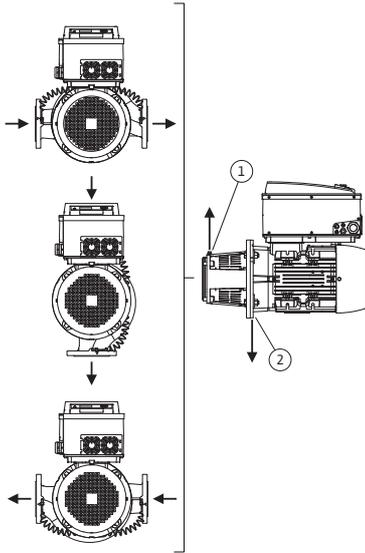
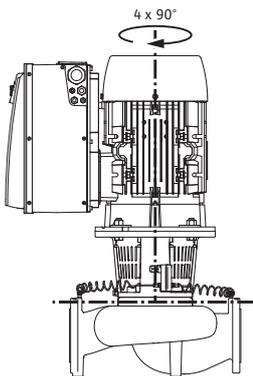

Fig. 18: Sallitut asennusasennot,
Fig. 19: Sallitut asennusasennot,
Sallitut asennusasennot, kun moottoriakseli on vaakatasossa ja elektroniikkamoduuli ylöspäin ( $0^\circ$ ), on esitetty Fig. 18. Esitettyinä ei ole sallittuja asennusasentoja sivuttain asennetulla elektroniikkamoduulilla ( $\pm 90^\circ$ ). Kaikki muut asennusasennot paitsi "elektroniikkamoduuli alaspäin" ( $-180^\circ$ ) ovat sallittuja. Pumpun ilmaus on varmaa vain silloin, kun ilmanpoistiventtiili osoittaa ylöspäin (Fig. 18, kohta 1). Vain tässä asennossa ( $0^\circ$ ) voidaan syntyvä kondenssivesi johtaa tehokkaasti pois porattujen aukkojen, tiivistelaipan ja moottorin kautta (Fig. 18, kohta 2).
Sallitut asennusasennot, kun moottoriakseli on pystysuuntainen, on esitetty kuvassa Fig. 19. Kaikki muut asennusasennot paitsi "moottori alaspäin" ovat sallittuja.
- Tiivisteläipassa olevan ilmausventtiilin (Fig. 6, kohta 1.31) pitää vaakatasoisen moottoriakselin yhteydessä osoittaa aina ylöspäin (Fig. 6a ja Fig. 6b). Pystysuuntaisen moottoriakselin yhteydessä kaikki suunnat ovat sallittuja. Katso tästä myös Fig. 18: "Sallitut asennusasennot, vaakatasoisen moottoriakseli" sivulla 86 tai Fig. 19: "Sallitut asennusasennot, pystysuuntainen moottoriakseli" sivulla 86.
- Kun moottoriakseli on vaakatasossa, kondenssivesiaukon pitää olla alaspäin (Fig. 18, kohta 2). Tarpeen vaatiessa moottoria pitää kiertää.